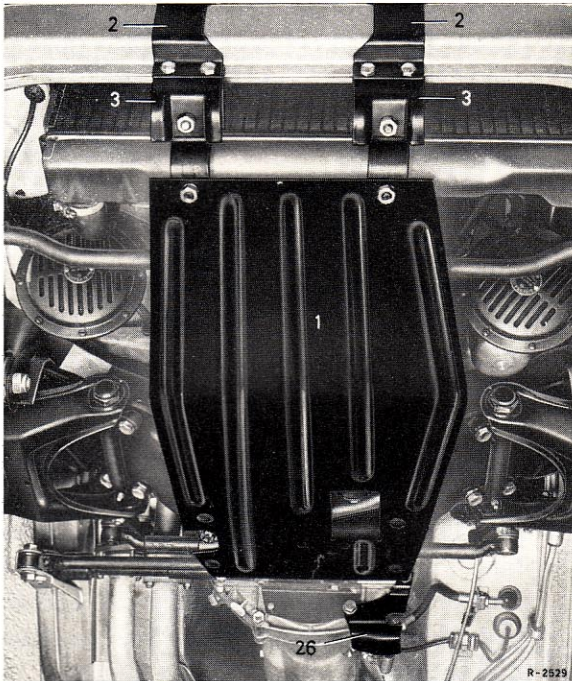

Bild 52-2/5
- Dann Bolzen mit Scheibe (16) mehrmals am Vorderachsträger elektrisch anheften (Bild 52-2/3).